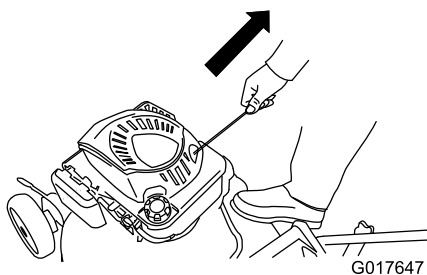

Figure 15
- Tirez la poignée du lanceur sur le moteur (Figure 15).